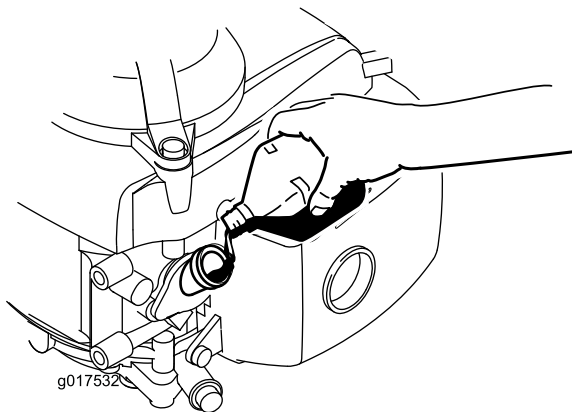

Рисунок 6
3. **Медленно** налейте масло в маслозаливное отверстие, подождите 3 минуты, после чего проверьте уровень масла масломерным щупом. Для этого вытрите щуп до чиста и вставьте его в маслозаливное отверстие, **не ввинчивая при этом** крышку в маслозаливное отверстие (Рисунок 6).